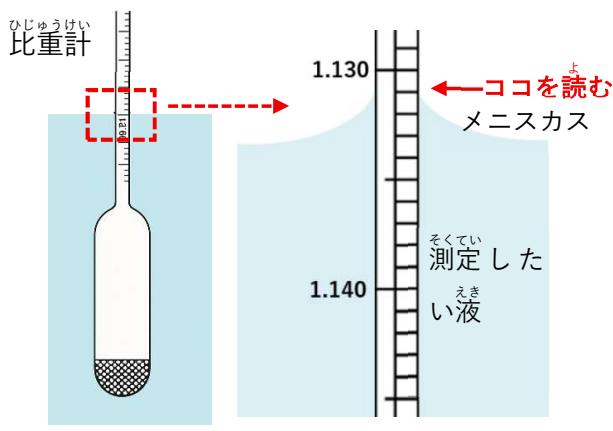

図 6-2 比重計の読み
(2) 測定方法
- 比重測定は液体用比重計を測定したい液を入れた容器に浮かべて液面の目盛りを読みます。このときメニスカスの上を読みます（上縁視定）。図 6-2 の例では 1.131 になります。